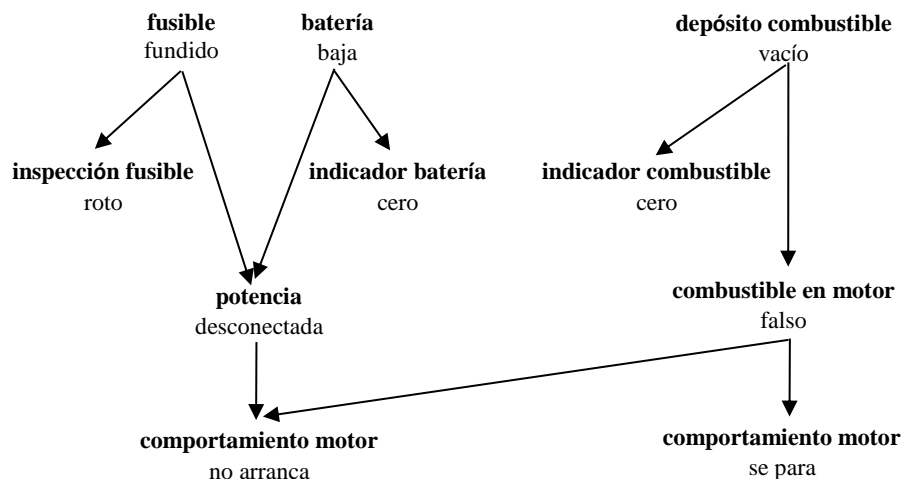

Figura 1
La figura 1 muestra un fragmento de una red causal que modela conocimiento del dominio para la tarea de diagnosis en el dominio de los automóviles. La red asocia posibles causas de fallo –fusible fundido, batería baja o depósito de combustible vacío– con estados intermedios –potencia, combustible en motor– y síntomas –comportamiento motor, inspección fusible, indicador batería... –. Se puede observar que la red refleja la dirección causal: la causa “Depósito de combustible vacío” tiene como efecto “Combustible en motor falso” que a su vez es causa de “Comportamiento motor se para”.
a) A partir de la Red de la figura 1, elaborar una base de conocimiento basada en reglas utilizando al formalismo objeto-atributo-valor y un lenguaje proposicional (sin variables).